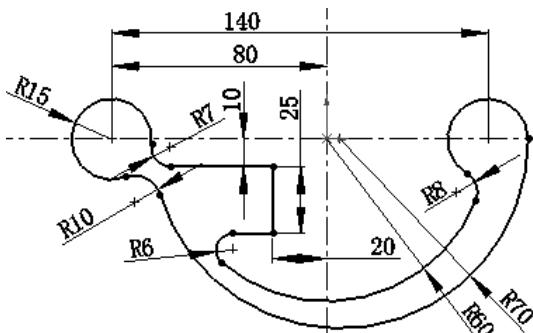

图 6.9 尺寸修改完成
Step 2 按照 Step1 中的操作方法，依次修改其他尺寸约束，修改完成后如图 6.9 所示。